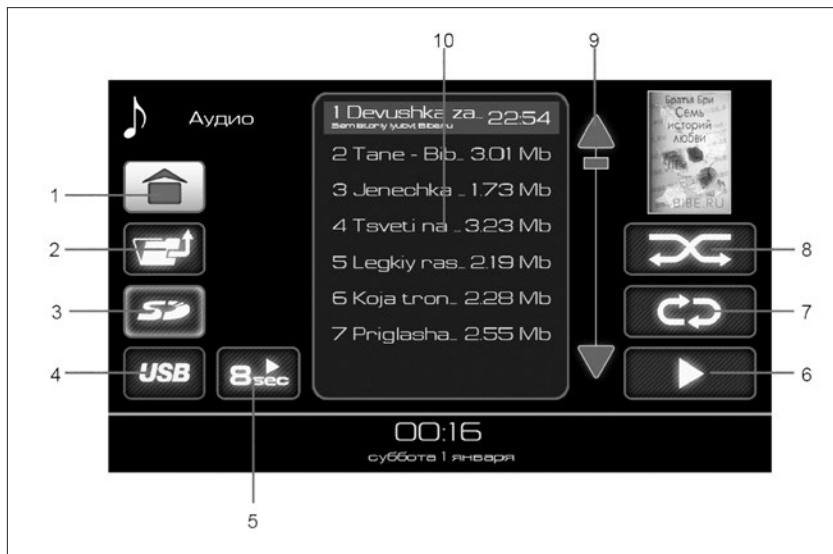

Рис. 56. Окно списка аудиофайлов
Доступные для воспроизведения аудиофайлы и папки отображаются в списке (10) на рис. 56. Двойное нажатие на изображение папки
отобразит список аудиофайлов в этой папке. Для выхода из папки нужно нажать кнопку **1** (рис. 56).
- двойное нажатие на выбранный аудиофайл позволяет воспроизвести именно его, при этом доступна кнопка включения режима повторного воспроизведения (кнопка **7**, рис. 56).
- нажатие на кнопку воспроизведения аудиофайлов (кнопка **6**, рис. 56) позволяет воспроизвести все аудиофайлы, находящиеся в списке (10) (рис. 56).
- выбор папки одиночным нажатием на изображении папки, в списке (10), а затем нажатие кнопки воспроизведения аудиофайлов (кнопка **6**, рис. 56), позволяет воспроизвести все аудиофайлы, находящиеся в выбранной папке и ее подпапках.